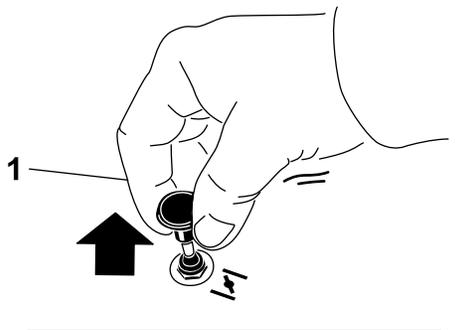

図 13
2. チョークのつまみを引き出すとチョークがセットされる。その後にエンジンを始動する(図 13)。
3. エンジンが始動したらチョークのつまみを押し込んでチョークを解除する(図 13)。